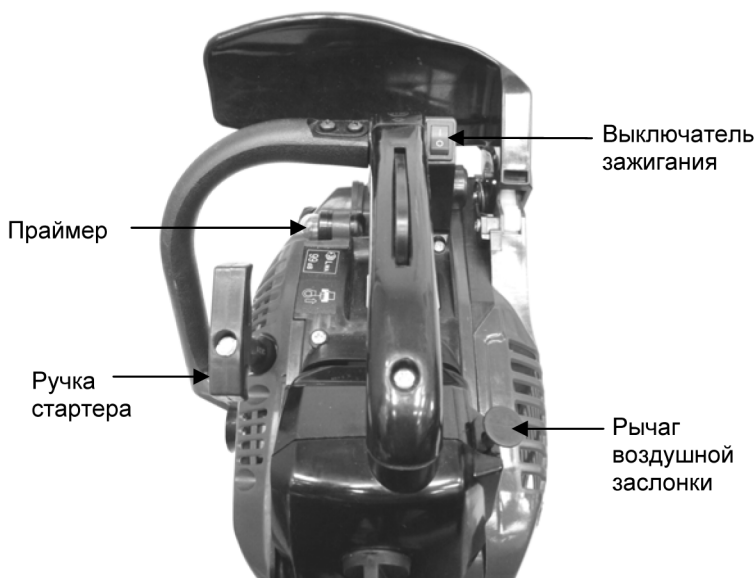

Рис. 12
1. Закройте воздушную заслонку (если двигатель холодный), для этого поднимите рычаг воздушной заслонки (рис. 12) вверх.